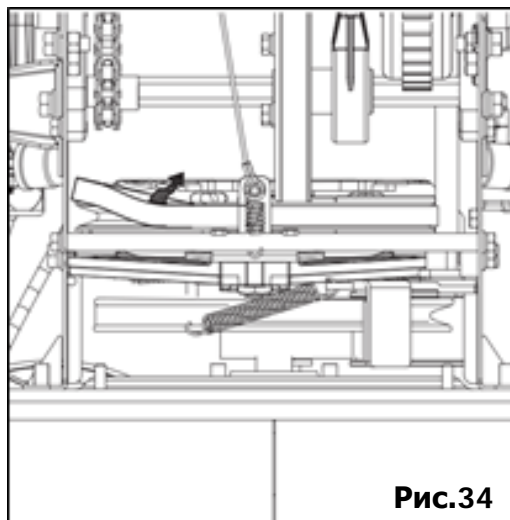

Рис.34
- Снимите приводной ремень со шкива и между фрикционным колесом и диском фрикционного колеса (Рис. 34).